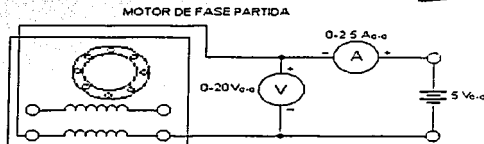

Figura 2
- Conectar ahora el circuito de la figura 2.